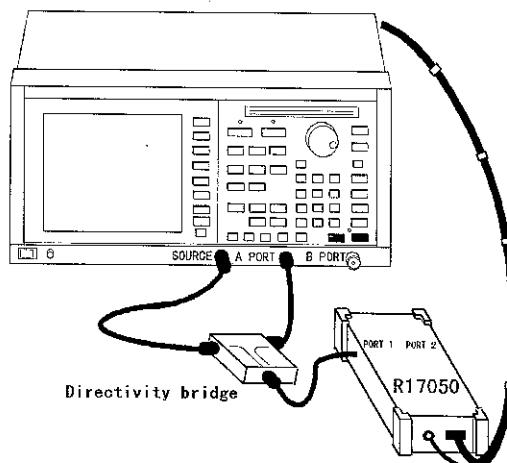

図 2-6 RF ポートの接続
- ② 本器の RF ポートとネットワーク・アナライザの測定ポートを接続します（図 2-6 参照）。接続に使うケーブルは、実際に DUT を測定するときに使うケーブルを使います。本器の RF ポートは方向性がありません。接続はどちらでも構いません。